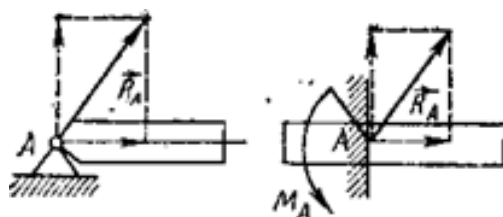

Рис. 3
20. Почему со стороны неподвижного шарнира на брус действует только сила R_A (реакция шарнира), а при жесткой заделке бруса на него действует и сила R_A и реактивный момент заделки M_A (рис. 3)?